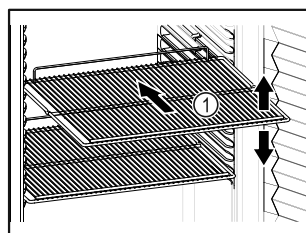

Fig. 57 Ilustrační zobrazení
- Pokud jsou odstavné rošty *Fig. 57 (1)* přemístitelné, přizpůsobte je vždy na danou výšku.